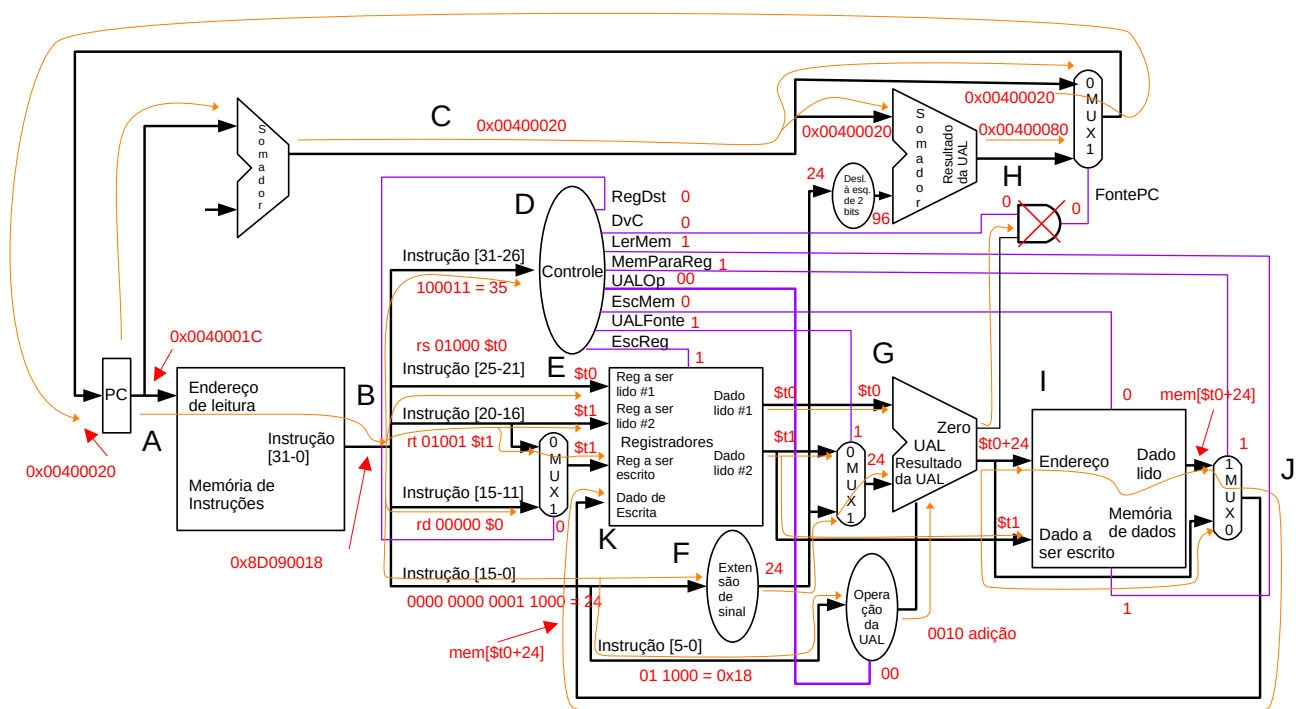

Figura 1: Diagrama do caminho de dados e de controle, apresentando os sinais na execução da instrução `lw $t1, 24($t0)`.
(B) Na figura 1, apresentamos os sinais no processador monociclo, na execução da instrução `lw $t1, 24($t0)`.